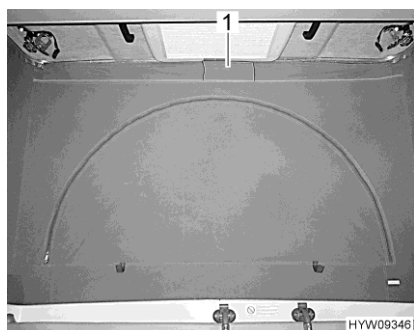

Fig. 85 Aerazione (chiusa)
- Aprire la chiusura a velcro della membrana in tessuto (Fig. 85,1) sotto il tetto a soffietto. Dietro la membrana in tessuto è stata applicata una zanzariera per impedire agli insetti di entrare.